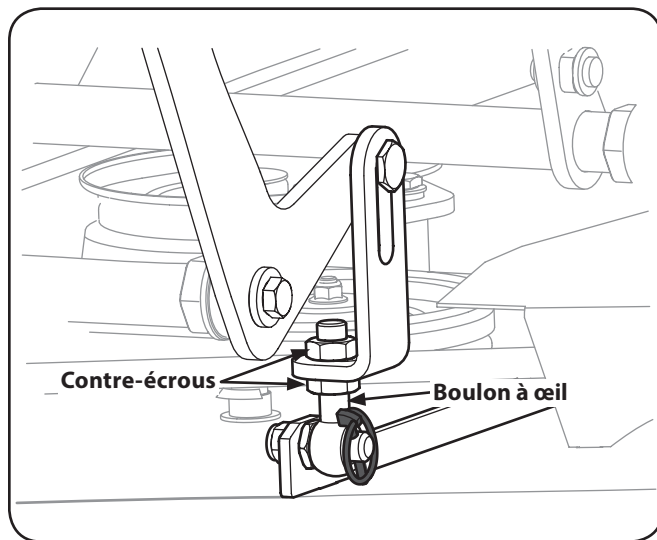

Figure 6-2
3. Ajustez le boulon à œil situé sur l'avant gauche du plateau de coupe de façon à ce que la hauteur entre le sol et l'extrémité extérieure de la lame droite corresponde à la hauteur entre le sol et l'extrémité extérieure de la lame gauche. Pour effectuer cet ajustement, desserrez les contre-écrous sur le boulon à œil. Serrez le contre-écrou supérieur pour relever le plateau ou desserrez le contre-écrou supérieur pour abaisser le plateau. La hauteur de l'extrémité avant de la lame droite est fixe; réglez l'extrémité avant de la lame gauche pour faire correspondre la hauteur des deux lames. Voir Figure 6-2.
3. Desserrez les contre-écrous situés à l'arrière droite et gauche des boulons à œil. Voir Figure 6-2.